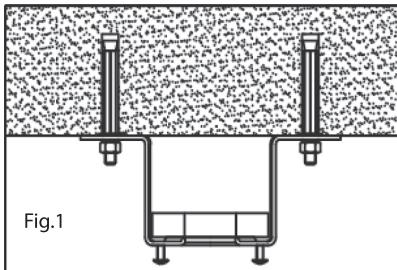

Fig.1
1) Plafond en béton : Percez deux trous à une profondeur appropriée avec un foret de diamètre. A 8mm, insérez deux vis d'expansion dans les trous, puis fixez le support de suspension aux vis d'expansion avec les vis à bois et serrez-le par les écrous des vis d'expansion. (fig. 1)